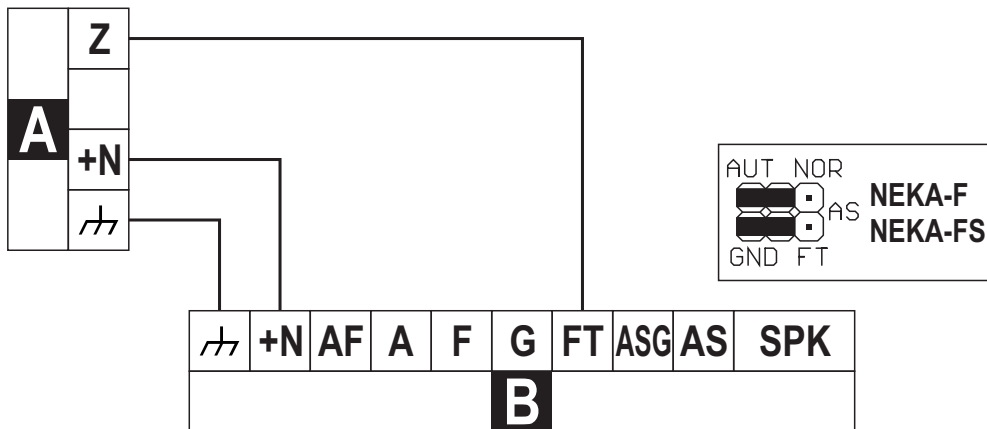

Figura 4 – Modalità automatica con gestione separata dell'antischiuma: A) centrale; B) sirena.
Se si vuole che la centrale gestisca l'antischiuma, i ponticelli devono essere posizionati come mostrato in figura 4 e il morsetto **FT** della sirena (B) deve essere collegato ad un'ingresso della centrale (A) che è a riposo quando collegato alla massa, e va in allarme quando appeso (il morsetto **Z** in figura).